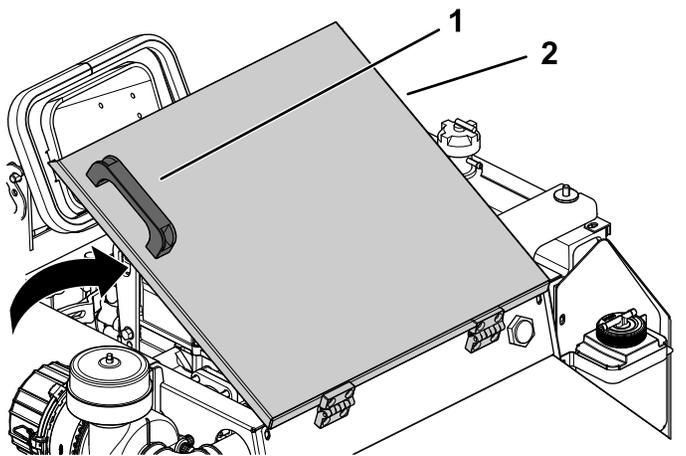

Figura 57
2. Con el tirador en la cubierta de acceso al motor, eleve la cubierta para acceder al motor (Figura 57).